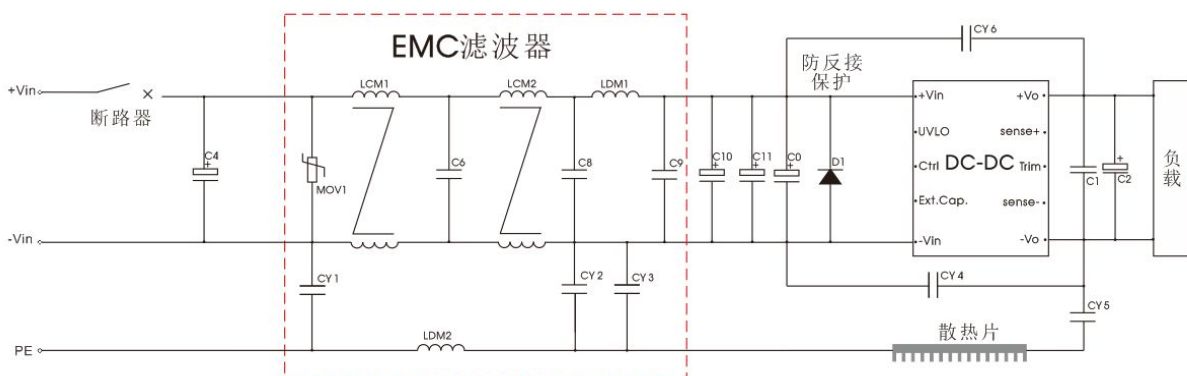

图 6
2. EMC 滤波部分由模块电路组成, 推荐电路和参数请参考图 6, 也可以使用自搭电路;